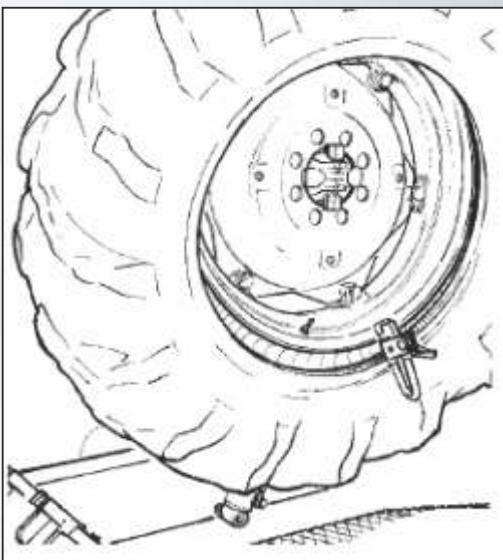

Рисунок 27
- 19) Опять поднимите колесо и прикрепите хомут к внешней стороне второго бортика на расстоянии 20 см от клапана (см. рис.27).